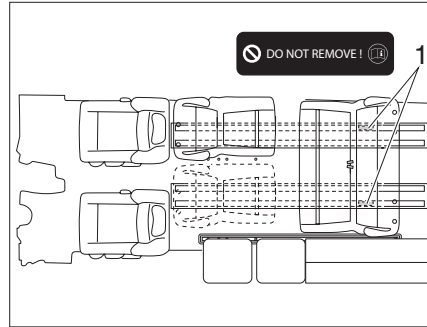

Bild 5 Schlafbank richtig eingesetzt
Zur Begrenzung des Verfahrwegs der Sitze ist eine Begrenzungsplatte (Bild 5,1) in die Rail-In-Schiene montiert.
- ▶ Sitzbank nur im vorderen Bereich vor der Begrenzungsplatte (Bild 5,1) der Rail-In-Schiene nutzen. Im hinteren Bereich ist der Einsatz der Sitzbank unzulässig.
- ▶ Begrenzungsplatte (Bild 5,1) nicht entfernen (Do not remove!).